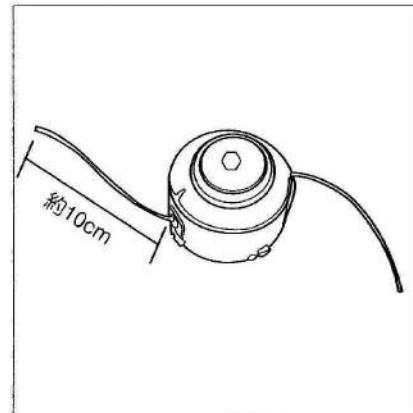

図14
- ④カチッと音がして止まった所が固定箇所です。図スプールキャップを引っ張って、外れないか確認してください。
- ⑤取付けられたスプールキャップから出ているナイロンコード2本を、長さ約10cm位に引き出してください。(図14参照)
- 図純正品はスプールキャップ付です。取付けでは②～⑤の手順で取付けてください。